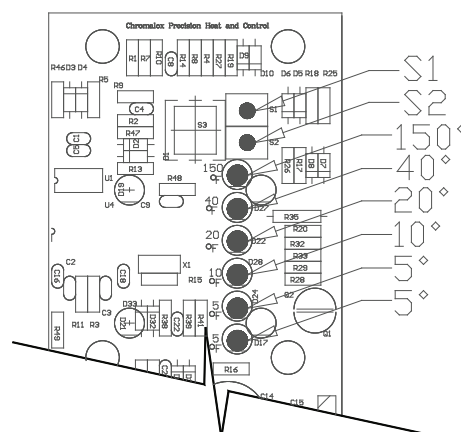

Figura 4.1
2. Ubique el botón S1 y S2 en la parte trasera del control. (vea la Figura 4.1)